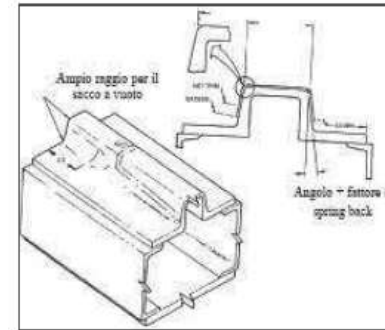

Figura 4.11.4 – SEZIONE TIPICA
- Sezione possibilmente aperta per permettere il passaggio di aria in autoclave riducendo i tempi di riscaldamento o di raffreddamento della massa metallica. (Figura 4.11.4)